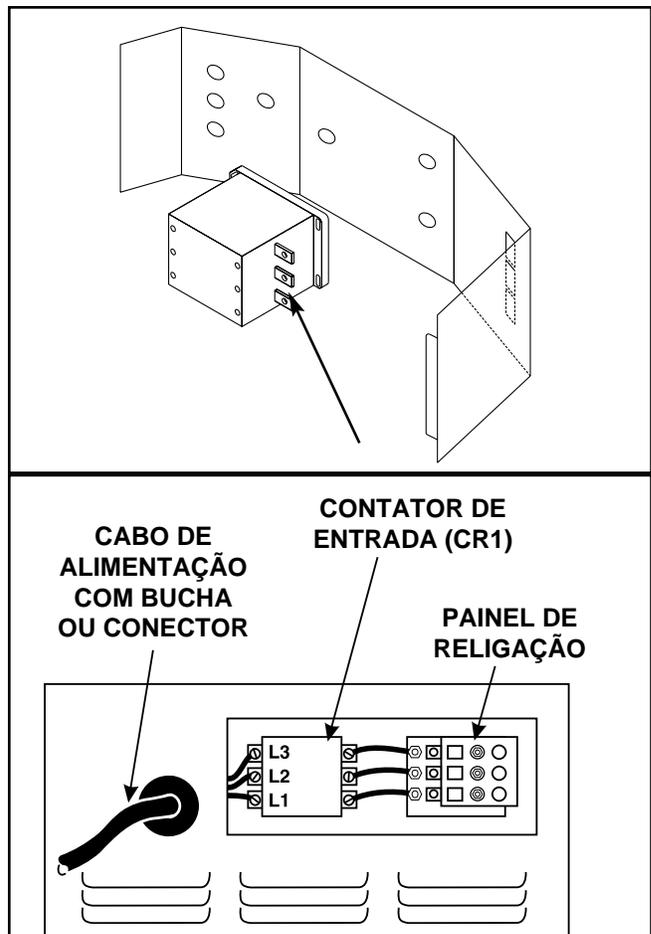

FIGURA A.3 - Conexões da Alimentação
5. Conecte o cabo de alimentação trifásico aos terminais L1, L2, e L3 do contator de entrada da caixa de alimentação passando-o pelo orifício de .50" de diâmetro no painel traseiro e fixe-o nos conectores do terminal. Certifique-se de ter fechado a tampa inserindo a lingueta no rasgo do gabinete. Veja a Figura A.3.